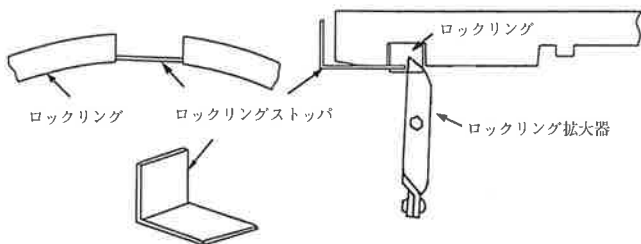

図27 ロックリングの拡大
- (2) ロックリングを受口の溝に預け入れたままの状態では挿し口の挿入ができないので、ロックリング拡大器を用いてロックリングが全周図27のように受口溝内に収まるようにする。